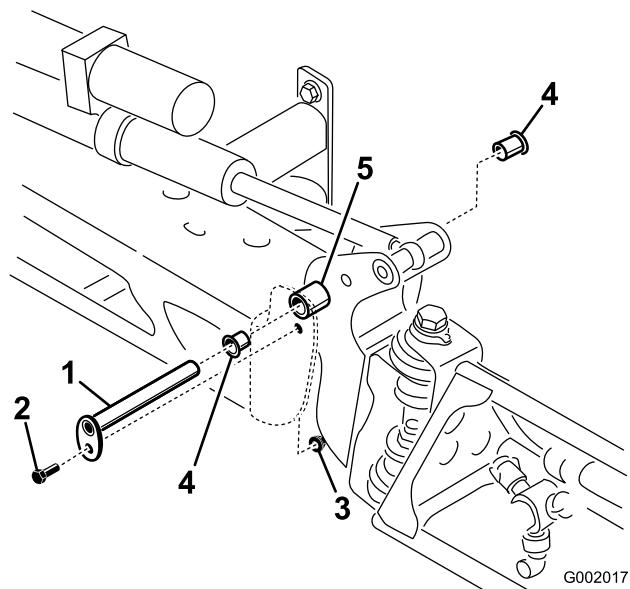

Figura 72
3. Con el peso del brazo apoyado, retire el perno y la tuerca que fijan el pasador de giro al conjunto del brazo (Figura 72). Retire el pasador de pivote.
5. Retire los casquillos de nylon desde delante y desde detrás del soporte del pivote e inspecciónelos (Figura 72). Sustituya cualquier casquillo dañado.
7. Instale el conjunto de brazo y soporte del pivote en el bastidor central, alineando los orificios (Figura 72).